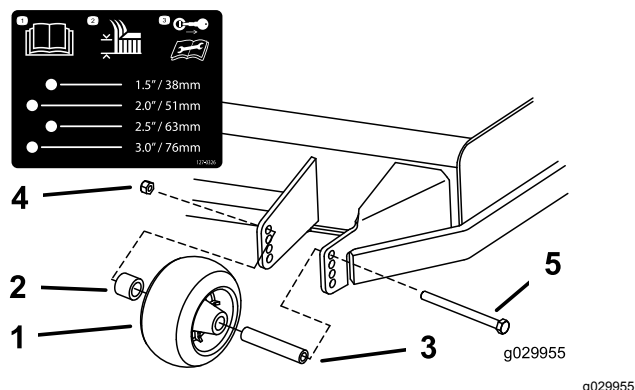
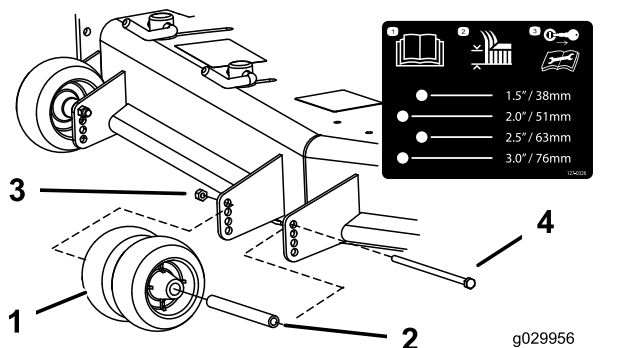
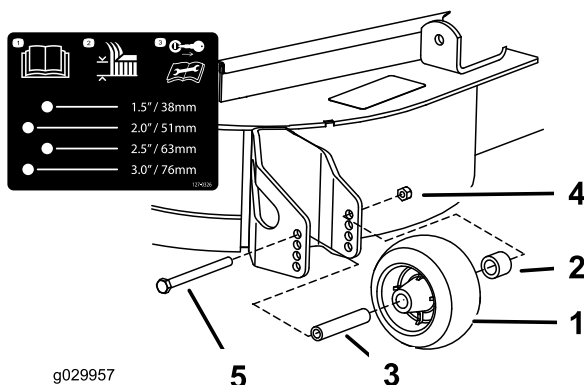

Figure 28
Figure 29
Figure 30
3. Réglez les galets anti-scalp comme montré à la Figure 28, la Figure 29 et la Figure 30.